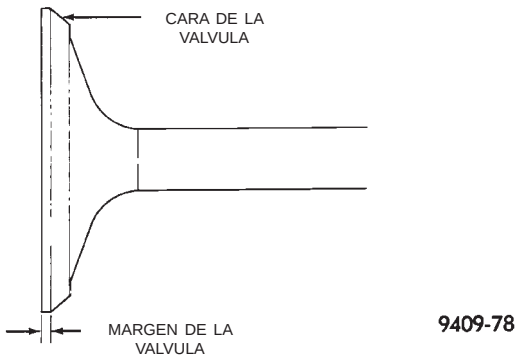

Fig. 47 Rectificación de las válvulas de admisión y escape
- (1) Los asientos de válvula de admisión y escape, y la cara de las válvulas tienen un ángulo de 45 grados.
- (2) Inspeccione el margen que queda después de haber rectificado las válvulas (Fig. 47). Las válvulas de admisión con margen inferior a 0,95 mm (1/32 de pulg.) y las de escape con margen inferior a 1,05 mm (3/64 de pulg.) deben desecharse.